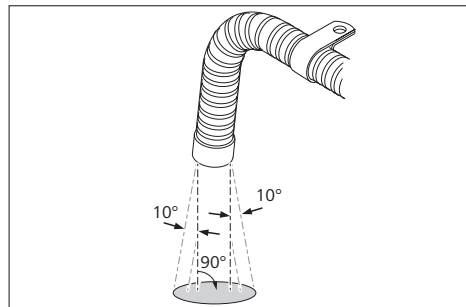

Fig. 21: Posizione di montaggio dell'uscita gas di scarico
- ▶ Fissare la tubazione dei gas di scarico max. 150 mm davanti all'uscita degli stessi, in modo tale che fuoriescano con un angolo di  $90^\circ \pm 10^\circ$  rispetto al pianale. V. Fig. 21.